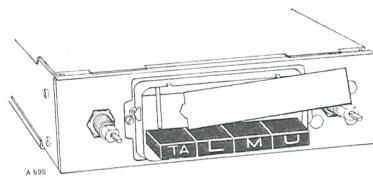

Fig. 2
3. Lichtschirm nach rechts herausziehen: Fig. 2
3. Withdraw reflector plate by pulling it to the right: Fig. 2.